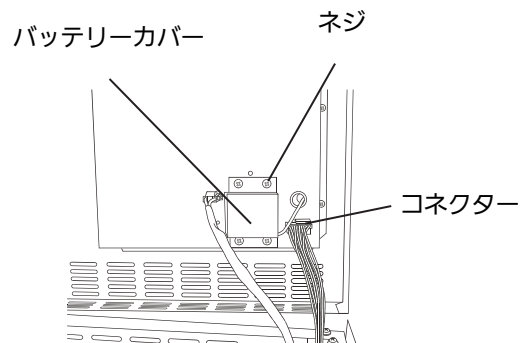

図 4
4. ニッケル水素電池のコネクターを外し、ニッケル水素電池を固定しているバッテリーカバーのネジ 4 本を取り外してください。(図 4)